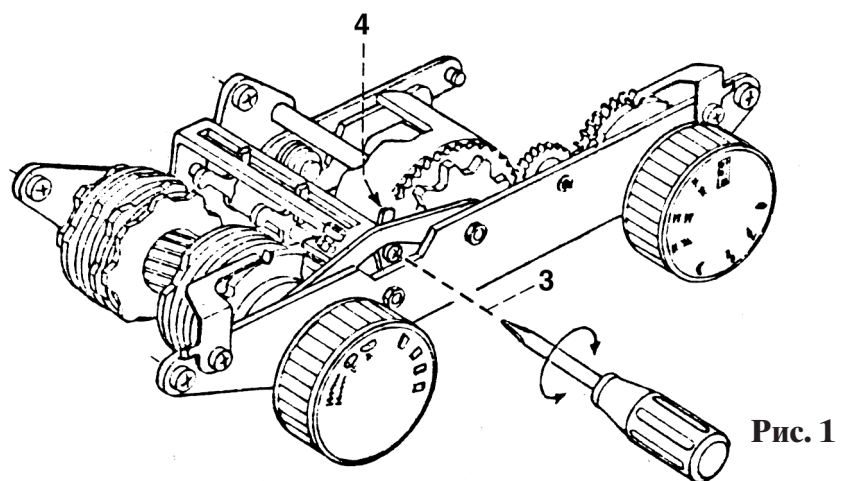

Рис. 1
При повороте правого регулятора палец манипулятора должен быть расположен на 0,2 - 0,3 мм выше верхней точки дискового кулачка (рис. 1)
- Регуляторы установить в положение, показанное на рис. 1а.
- Ослабить винт 3 (рис. 1 и 1а).
Рис. 1а